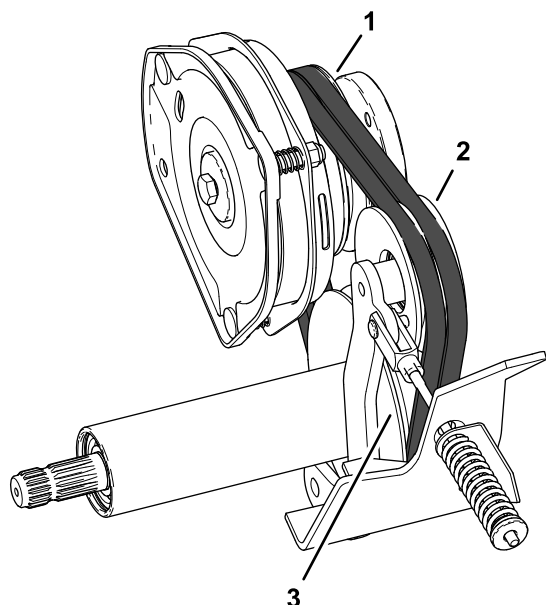

**Figura 93**
9. Ruotate la puleggia tendicinghia verso il motore e togliete le cinghie dalla macchina (Figura 93).